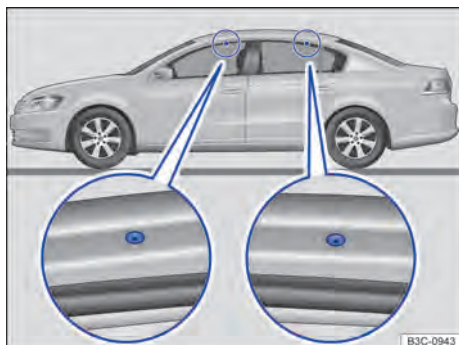

Fig. 114 Abaixo das vedações de borracha da porta dianteira e traseira: pontos de fixação para os suportes de base.
Os furos para fixação dos suportes de base se encontram nos lados inferiores das vigas do teto e somente podem ser vistos se a porta estiver aberta $\Rightarrow$ Fig. 114.
- Fixar as barras de suporte somente nas marcações indicadas na figura $\Rightarrow$ Fig. 114.